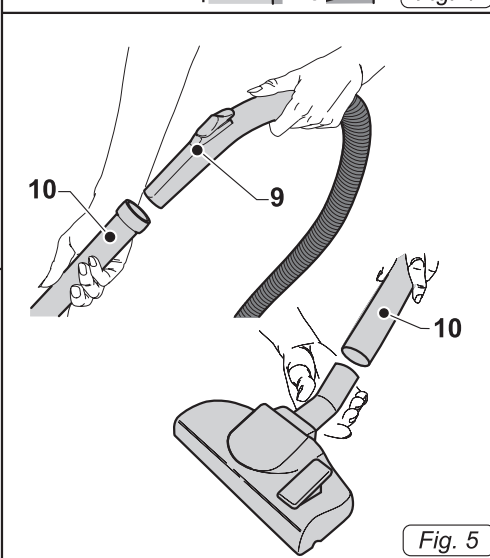

Fig. 7
- Die Klappe (12 Abb. 7) anheben, um Zugriff auf den Stecker (13 Abb. 7) zu erhalten.